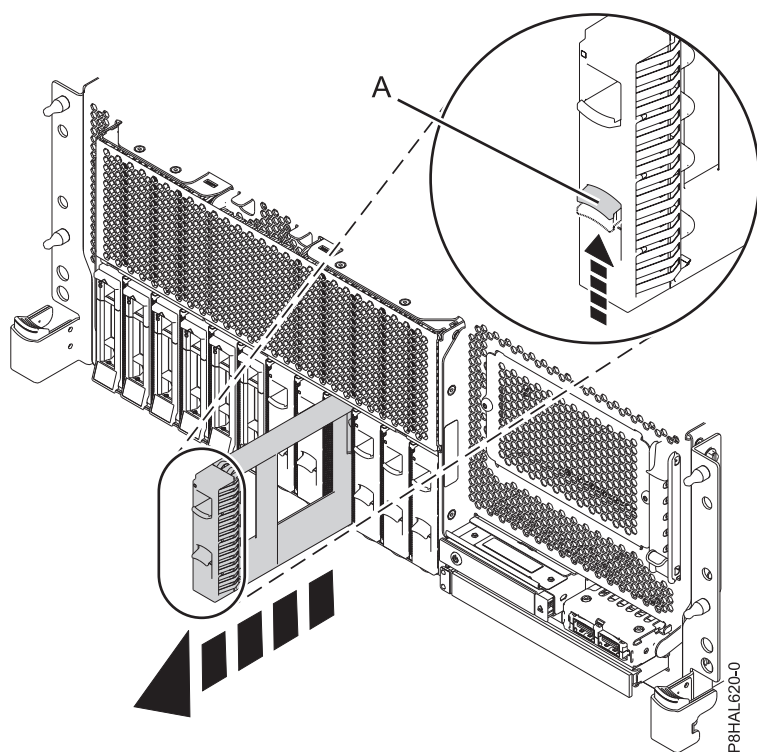

Figura 133. Extracció d'un panell de reblliment d'una unitat de disc d'un sistema de funció bàsica muntat en bastidor
3. Empenyeu la peça de bloqueig (A) de la nansa del panell de reblliment en la direcció que es mostra a la Figura 133, a la Figura 134 a la pàgina 146, a la Figura 135 a la pàgina 147 i a la Figura 136 a la pàgina 148.